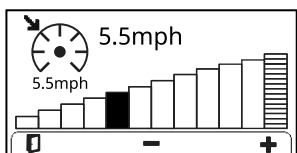

Figure 29
- **Écran du régulateur de vitesse (Figure 29)** : apparaît lorsque le régulateur de vitesse est activé (quand vous n'êtes pas dans un écran de menu individuel), ou lorsque vous appuyez sur le bouton lorsque le régulateur de vitesse est activé.